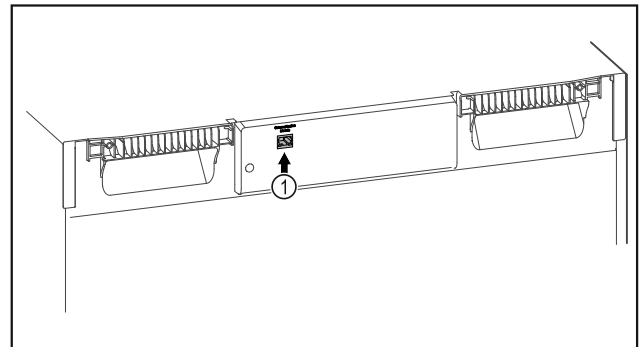

Fig. 70
- SmartModule Fig. 70 (1) ist eingesetzt.